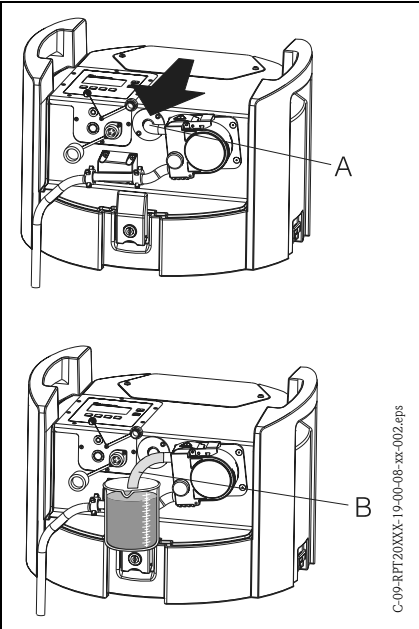

Fig. 18: Etalonnage du volume de l'échantillon
3. Retirer le tuyau de pompe déjà installé de la traversée de tuyau (→ Fig. 18, Pos. A) et le plonger dans le becher gradué (→ Fig. 18, Pos. B).
13. Passer le tuyau de pompe par la traversée de tuyau jusqu'à la butée (→ Fig. 18, Pos. A).